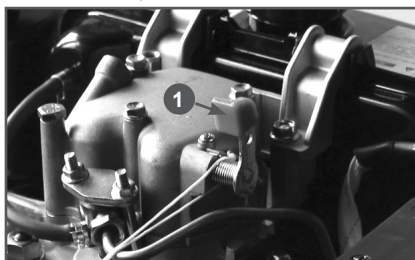

Рис. 11 Рычаг декомпрессора
5. Опустите рычаг декомпрессора (Рис.11) вниз. Он автоматически вернется в исходное положение после запуска, или когда Вы снова потянете шнур стартера.